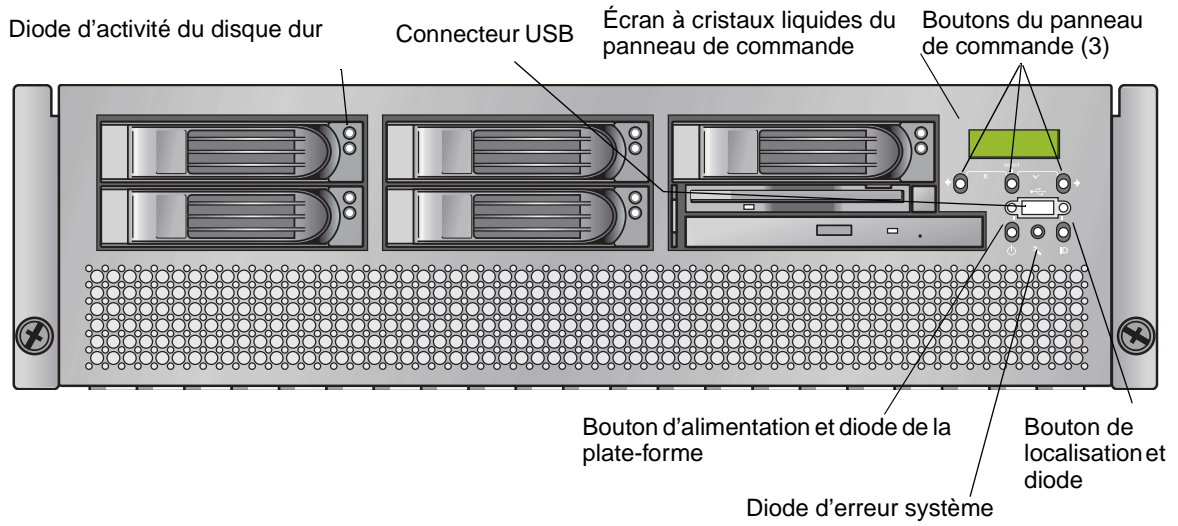

FIGURE 1-15 Panneau avant du serveur Sun Fire V40z
■ Si vous disposez d'un serveur Sun Fire V40z, appuyez sur le bouton d'alimentation de plate-forme situé sur le panneau avant du serveur, puis relâchez-le (voir FIGURE 1-15).